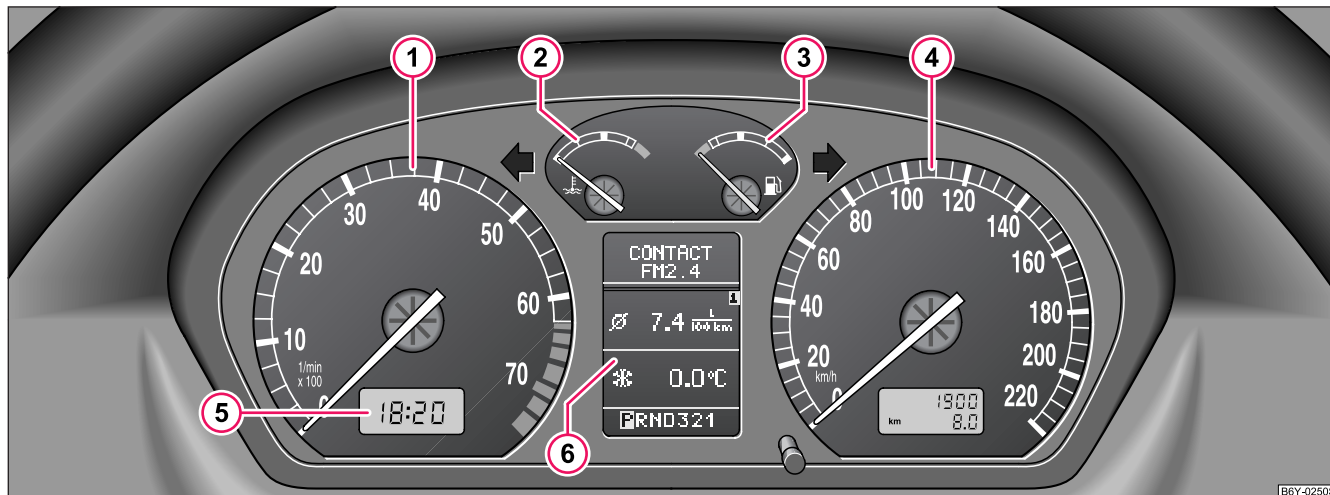

Fig. 3 Cuadro de instrumentos
El comienzo de la zona roja en el cuentarrevoluciones ① ⇒ página 13, fig. 3 marca el número de revoluciones máximo admisible para todas las marchas del motor rodado y a la temperatura de servicio. Antes de alcanzar esta zona, se debe cambiar a la marcha inmediatamente superior o seleccionar la posición D de la palanca selectora del cambio automático.
El indicador de la temperatura del líquido refrigerante ② ⇒ página 13, fig. 3 funciona sólo con el encendido conectado.
El indicador de nivel de combustible ③ ⇒ página 13, fig. 3 funciona sólo con el encendido conectado.
Para poner en hora el reloj hay un botón de reposición en el lado inferior izquierdo, junto al velocímetro ⇒ página 13, fig. 3.